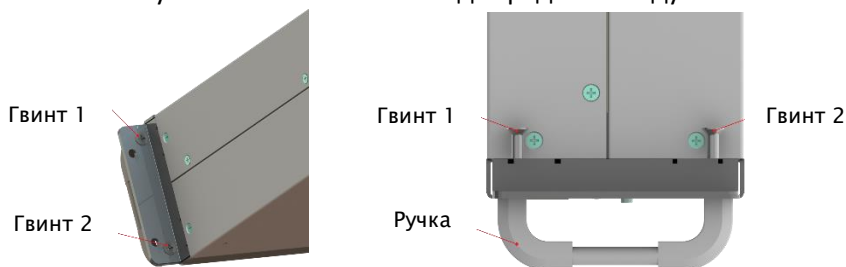

Рисунок 8 - Розташування кріплень
2. Вийміть гвинт 1 та гвинт 2, використовуючи викрутку (рис. 8). Зніміть ручку (якщо є). Аналогічно витягніть гвинти з іншого боку та зніміть другу ручку (якщо є).